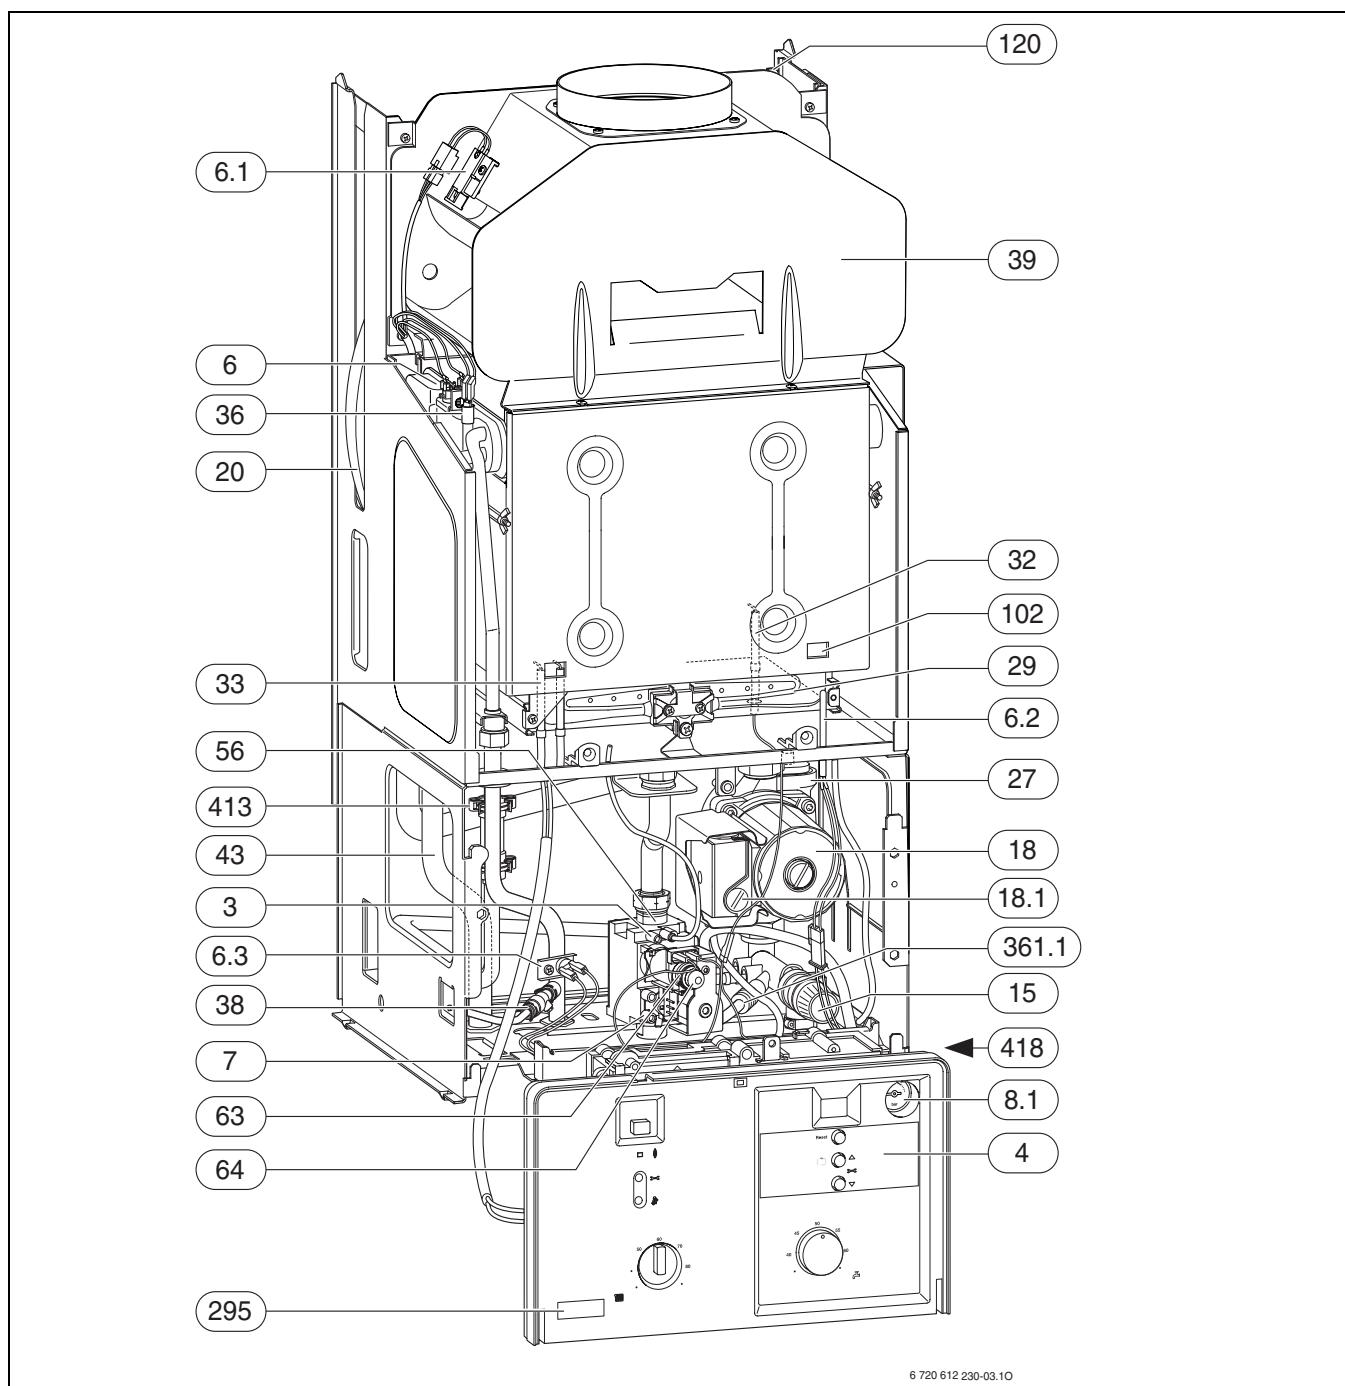

Рис. 3
Маркувальна таблиця (418) знаходиться праворуч під траверсом (→ рис. 3).